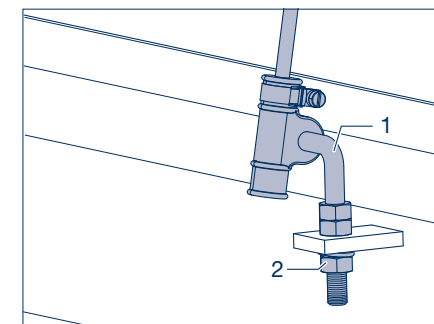

Рисунок 30
- [42] Вставить шарнирное соединение (рисунок 30/1) клапана пневматической подвески в лапку и закрепить гайкой (рисунок 30/2) и пружинным кольцом.